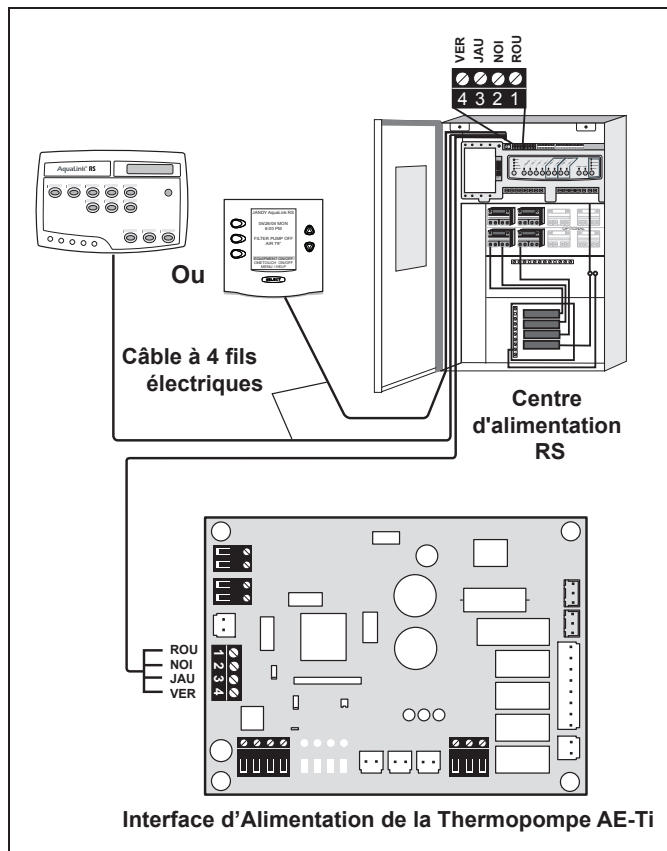

Figura 14. Conexión de la Bomba de Calor AE-Ti al Centro de Alimentación
1. Asegúrese que las revisiones del software de la bomba de calor AE-Ti y el Aqualink RS sean compatibles (véase Figura 14)